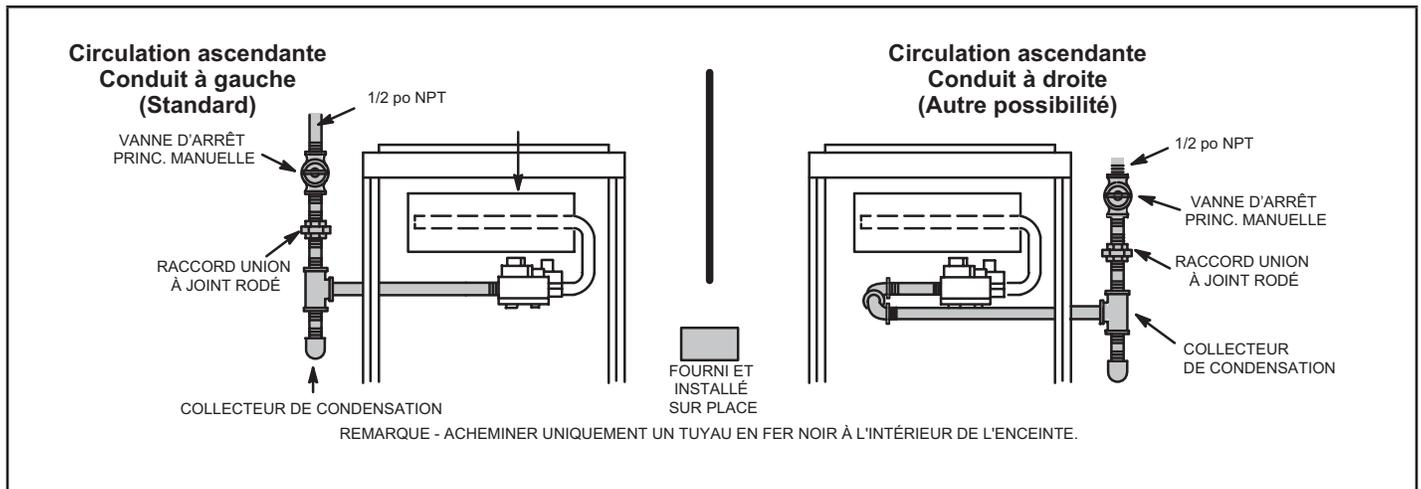
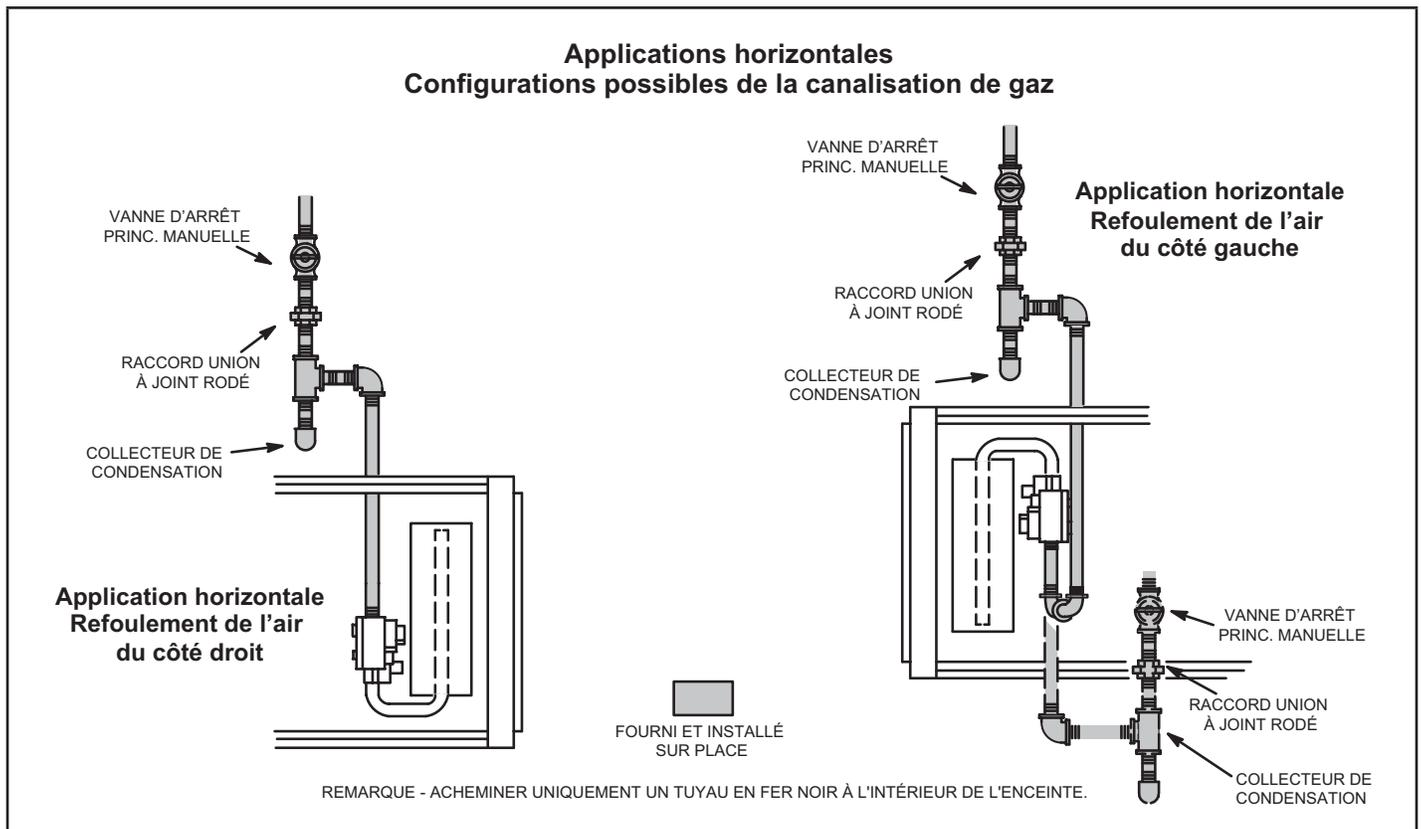

Figure 55
Figure 56
- 1 - La canalisation de gaz peut pénétrer dans l'appareil par le côté droit ou le côté gauche. La canalisation d'alimentation entre dans la vanne de gaz par le côté, comme illustré à la figure 55. Connecter la canalisation de gaz sur la vanne. La canalisation de gaz doit être serrée à un couple minimum de 350 livres et un maximum de 800 livres sur la vanne de gaz.
- 3 - La canalisation de gaz ne doit pas traverser les conduits d'évacuation, les chutes à linge sale, les cheminées ou conduits d'évacuation de gaz, les monte-plats ou les cages d'ascenseur. Centrer la canalisation de gaz dans l'ouverture. La canalisation de gaz ne doit pas toucher le côté de l'unité. Voir Figure 55 et Figure 56.